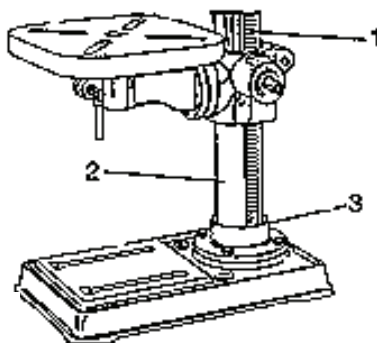

Fig. 5
5. Installez, très attentivement, la bras de fixation de la table et la tige dentée (1) à la colonne (2) (Fig. 5). Posez le dessous de la tige dentée dans la fente (3) dans la plaque de base de la colonne.